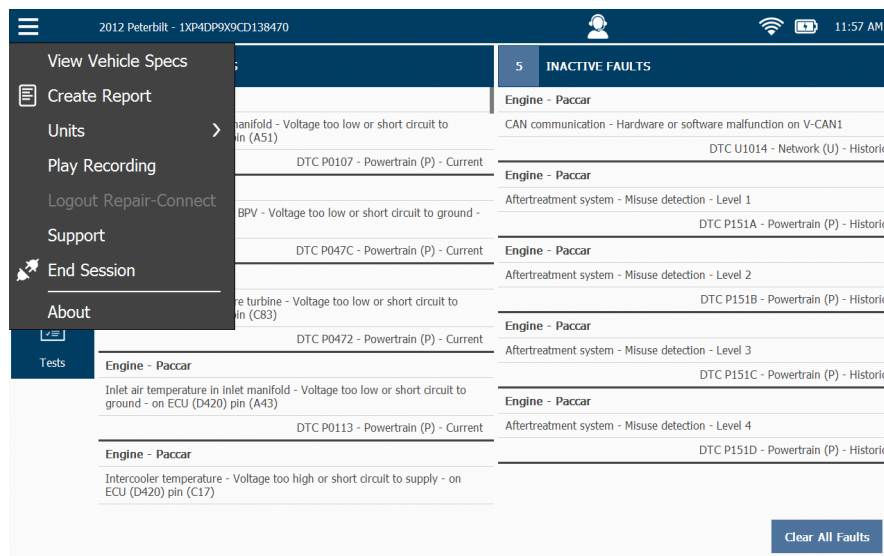

Figura 4.39 Menú de Diagnóstico
- 4 Toque la **flecha atrás** en la parte inferior de la pantalla para volver al Menú de Diagnóstico (Figura 4.39).